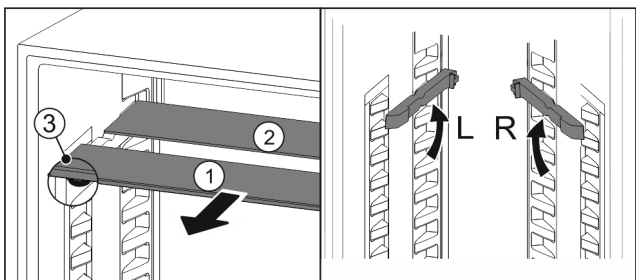

Fig. 24
- ▶ Vytiahnite sklenené dosky jednotlivo dopredu Fig. 24 (1).
- ▷ Sklená doska Fig. 24 (1) s ozdobnou lištou leží vpredu.
- ▷ Zarážky Fig. 24 (3) ukazujú nadol.